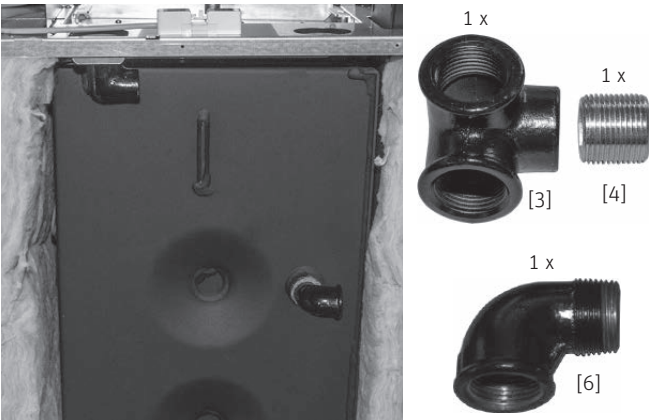

Fig. 61 Impermeabilizzare il ripartitore angolare con nipplo e angolare
- Impermeabilizzare il ripartitore angolare [3] con il nipplo [4] sulla mandata e con l'angolare [6] sul ritorno – Fig. 61.